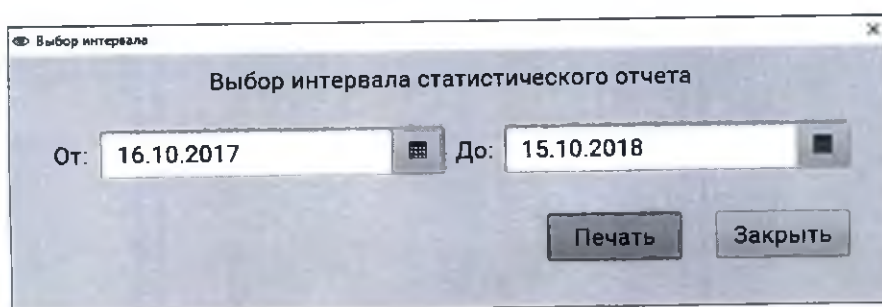

Рис. 13.2: Окно выбора временного интервала
- Кнопка *Экспорт информации об использовании* формирует статистический отчет об использовании установки за указанный период (рис. 13.3) и отправляет на печать или сохраняет в файл в формате PDF. Для этого нажмите на кнопку, после чего будет показан диалог для выбора временного интервала (рис. 13.2). По окончании выбора нажмите кнопку *Печать*.